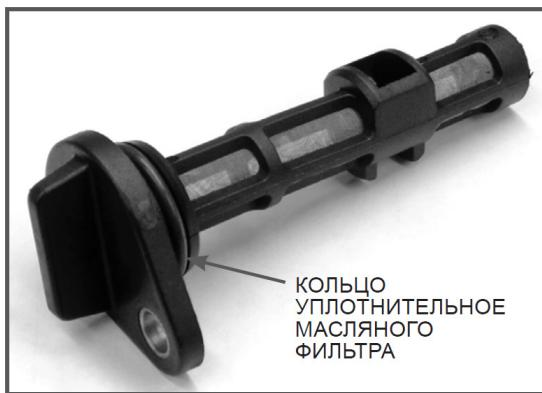

Рис. 9 Масляный фильтр
9. Внимательно осмотрите масляный фильтр (Рис. 9). Обязательно проверьте фильтрующую сетку фильтра на наличие механических повреждений (сетка порвана, имеются отверстия). При наличии повреждений и невозможности очистить сильные загрязнения фильтр необходимо заменить.
При каждой очистке масляного фильтра обязательно меняйте уплотнительное кольцо масляного фильтра (Рис. 9). При установке кольца на корпус фильтра не допускайте его повреждений. После установки уплотнительного кольца на корпус масляного фильтра контролируйте правильность установки кольца, оно не должно быть перекрученено.